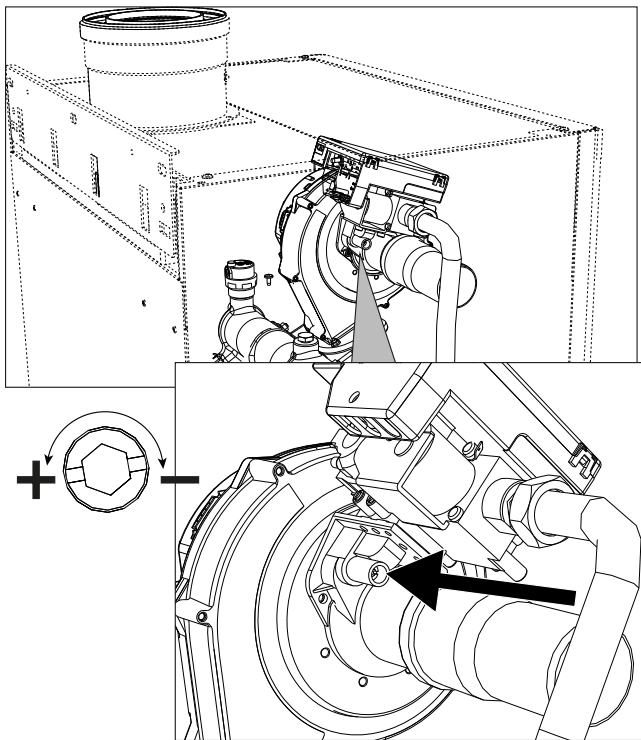
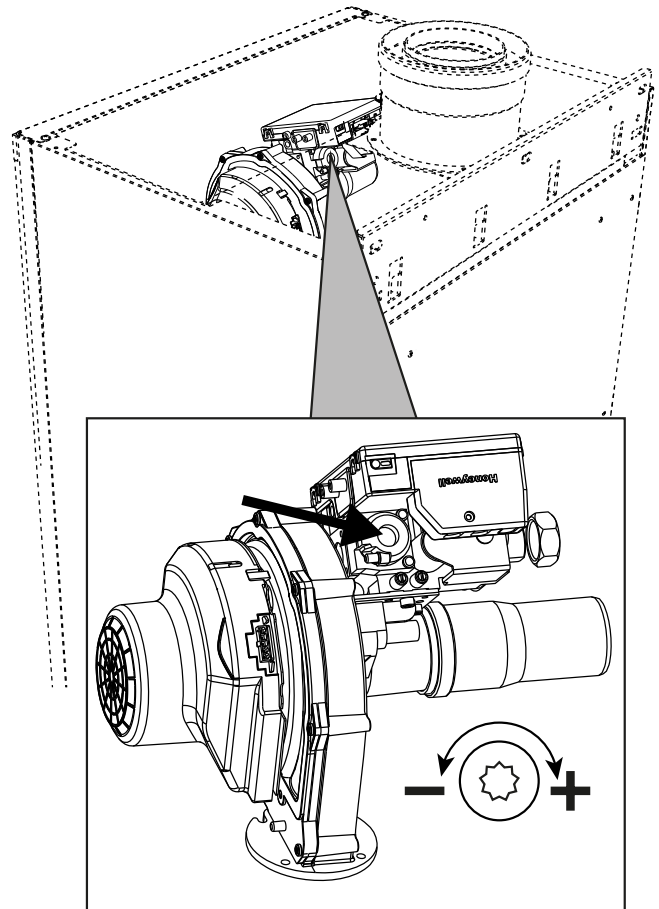
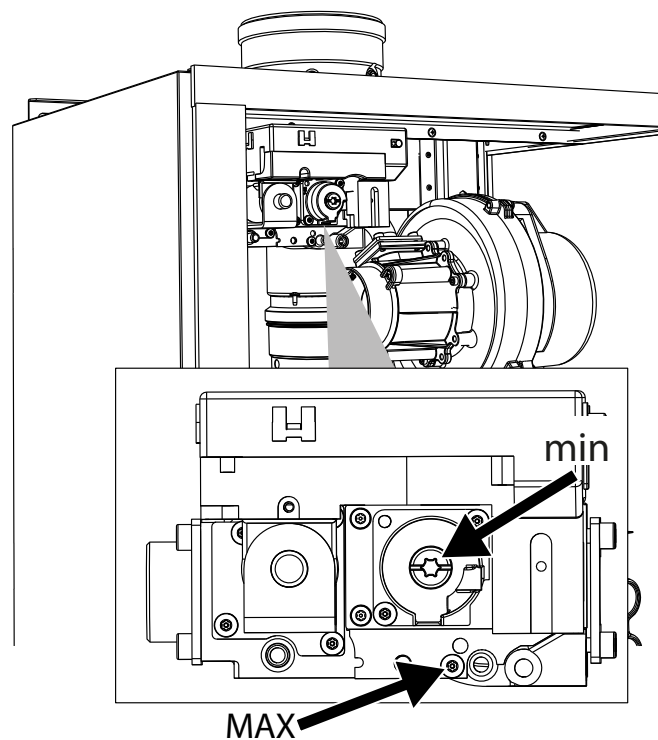

рис. 73- Максимальная регулировка моделей W 60 и W 80
рис. 74- Минимальная регулировка моделей W 60 и W 80
рис. 75- Максимальная и минимальная регулировка моделей W 99, W 120 и W 150
- Если значения отличаются от указанных, отрегулируйте CO2 с помощью винта регулировки максимального значения до указанных значений CO2. См. **рис. 73** для моделей **W 60** и **W 80** или **рис. 75** для моделей **W 99**, **W 120** и **W 150**.
- Если значения CO2 отличаются от указанных, осторожно отрегулируйте винт минимального сдвига «OFFSET», проверяя правильность значения CO2. См. **рис. 74** для моделей **W 60** и **W 80** или **рис. 75** для моделей **W 99**, **W 120** и **W 150**.